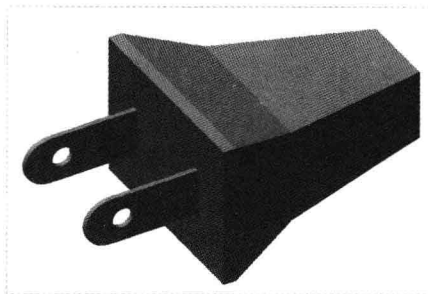

图 5-52 创建平行混合特征
Step 11 单击“应用并保存在工具中所做的所有更改, 然后关闭工具操控板”按钮, 即可完成平行混合特征的创建, 如图 5-52 所示。